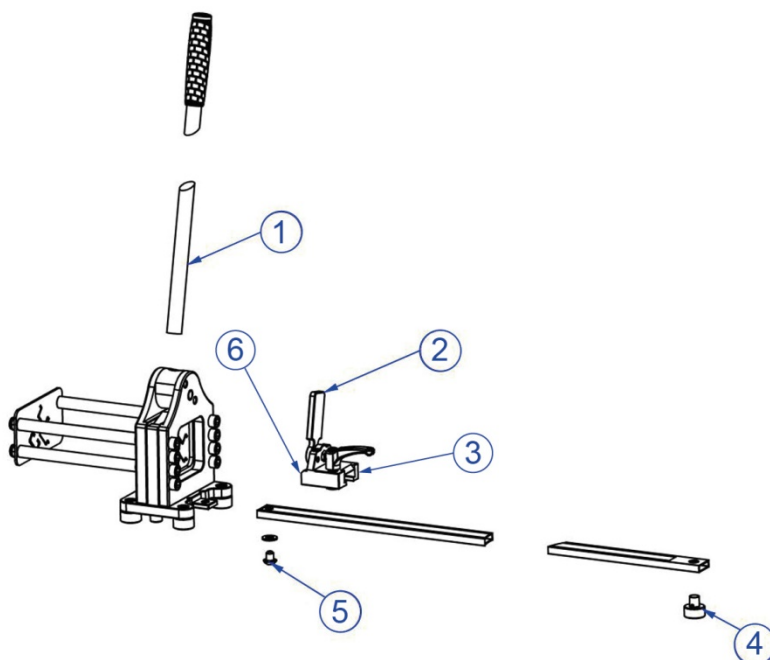

Imagen 3: Secuencia de montaje
- Atornille primero firmemente la palanca manual a la palanca excéntrica (imagen 3, pos. 1).
- Inserte, a continuación, la regla con marcaje sobre el hueco de la placa base y fíjela mediante el tornillo M10x16 y la arandela (imagen 3, pos. 5).
- Deslice el tope (imagen 3, pos. 3), tal y como se muestra en la imagen, sobre la regla e inserte el pie de apoyo (imagen 3, pos. 4) en la perforación posterior de la regla.
- Para ello ajustar el tope con el canto de lectura (imagen 3, pos. 6) por ej. a 112,5 mm y medir la distancia entre la tapa tope (imagen 3, pos. 2) y la placa de cizallamiento con una regla de acero.
- Apretar firmemente el tornillo M10x16 (imagen 3, pos. 5) para posicionar con exactitud la regla.